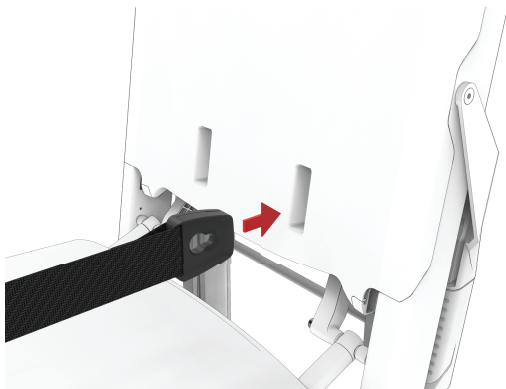
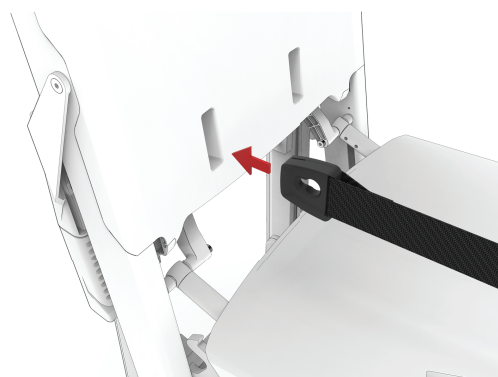

**Abbildung 18 – Sitzstange, parallel**
**Abbildung 19 – Sitzstange, gekreuzt**
**Hinweis** - Je nach Patientengröße kann die Sitzklemme parallel oder gekreuzt angebracht werden (Abbildung 18 und Abbildung 19).